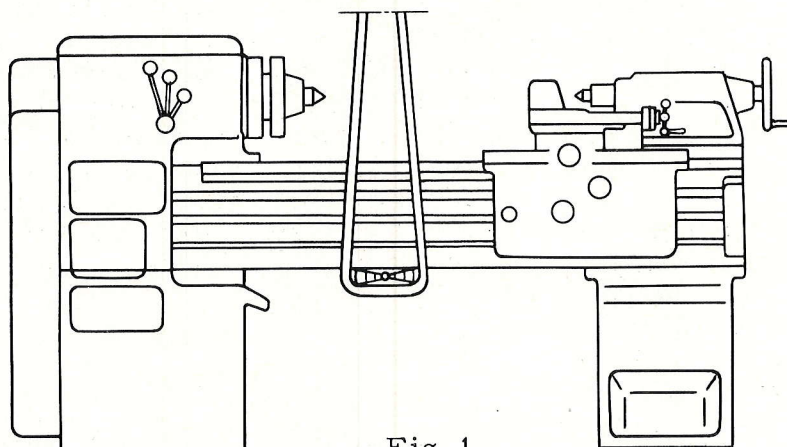

Fig. 1
- a. Maskiner utan mellanfot, placera lyftstropparna enligt fig. 1 och 2.